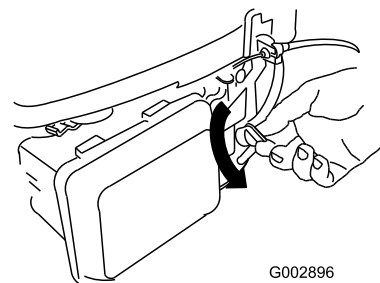

**Figura 18**
- Instale el tapón de mulching (Figura 18) o la bolsa de recortes (Figura 19) en el cortacésped.